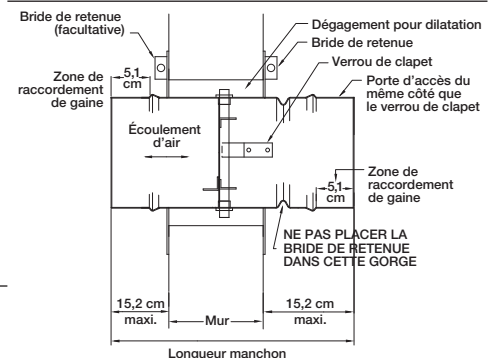

Figure 2 — Développements requis
- Découper dans le mur/plancher une ouverture qui est supérieure d'un minimum de 22,3 mm au diamètre extérieur du registre pour permettre sa dilatation en cas de chaleur intense. Voir la Figure 2.
- Introduire l'ensemble registre/manchon dans l'ouverture jusqu'à la profondeur qui convient. Voir la profondeur recommandée à la Figure 2.
REMARQUE : Ne pas placer la bride de retenue dans la gorge du bâti de registre. Voir la Figure 2.